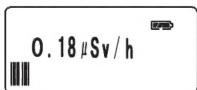
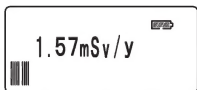

図2
図3
- ③カウントダウンの値が0(ゼロ)になると、図2のように線量当量率(シーベルト、Sv)※aが表示されます。 $\gamma 11$ は $\mu\text{Sv}$ ですから、100万分の1の単位になります。右端のhは、1時間あたりの線量当量率を表します。カウントダウン直後の数値は通常よりもばらついた表示になりますが、60秒以降は比較的安定した数値になります。但し、低線量の場所では放射性物質の性質上ばらつきが多くなります。これは、低線量の所では、センサーに入ってくる放射線の数が少なく安定しないためです。高線量の所は比較的早く安定します。
- ④計測値は10秒単位で更新されます。真の値に近いデータを求めるときは、1分毎の数値を記録して平均値を求めればより精度の高い計測値になります。
- ⑤ $\gamma 11$ は、予測年間線量当量率を表示することができます。この状態で、h/yスイッチを押してください。表示にmSv/yと表示されます。(図3) これは、今の線量を1年間浴び続けるとこの数値になることを表示します。